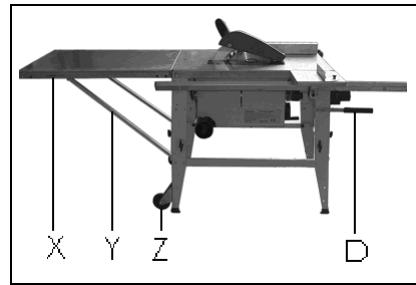

Fig 8
Montieren Sie die hintere Tischverlängerung (X, Fig 8) und die Stützstreben (Y).